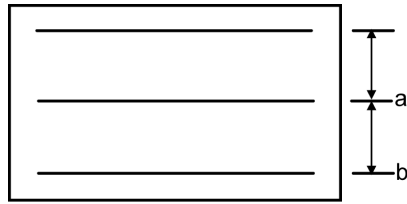

Fig. 1
- a. Adjust V-SYM so that $a=b$ in Fig. 1